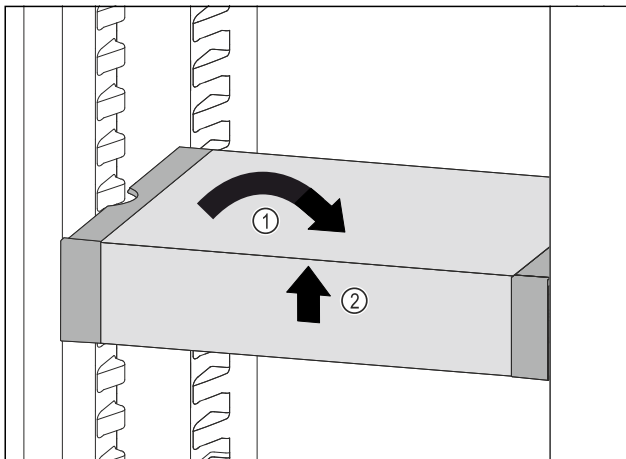

Fig. 152
- ▶ 将 VarioSafe 放平。Fig. 152 (1)
- ▶ 抬起 VarioSafe 前部。Fig. 152 (2)